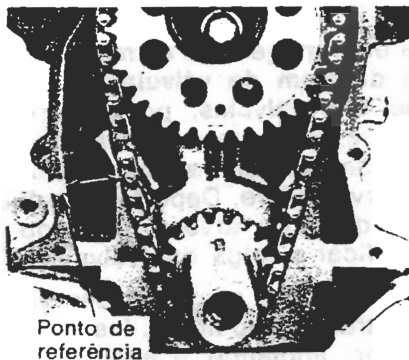

fig. 9
- 2 - Estabelecer um ponto de referência no bloco e medir a distância deste ponto à corrente (fig. 9).